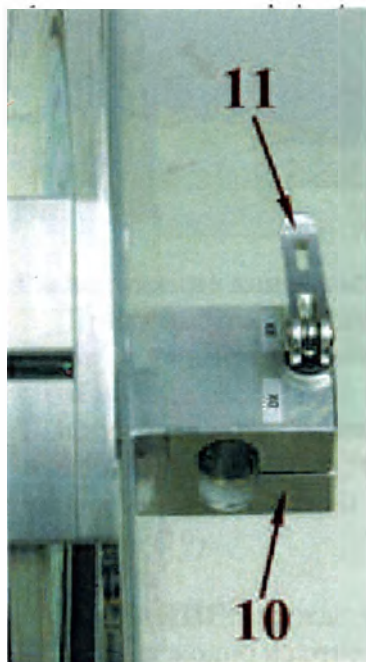

Рис. 7
Убедитесь, что аксессуар полностью вставлен в струбину (10), а фиксатор (11) затянут (см. Рис. 7).